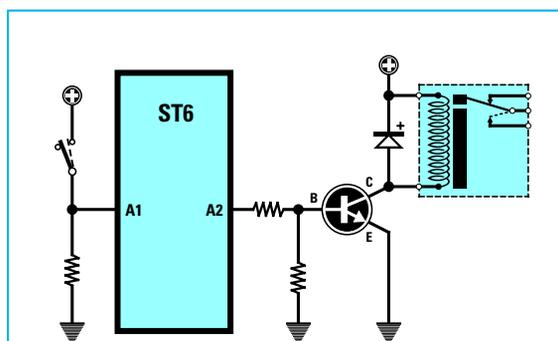

Fig.6 Schema da utilizzare per far eccitare il relè con il programma dell'ESEMPIO N.4.
**Esempio N.4** = Abbiamo realizzato lo schema di fig.6 da utilizzare per un antifurto, quindi vorremmo che si **eccitasse** un relè ogni volta che l'interruttore viene pigiato.